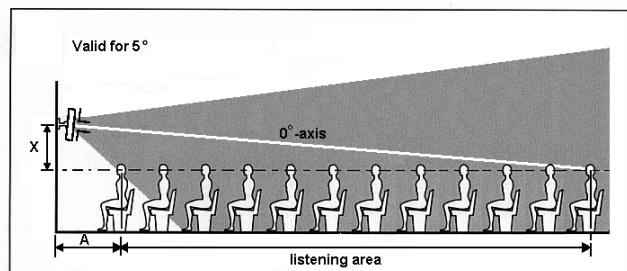

Figura 2: vista lateral de la irradiación de la columna montada en la pared con un ángulo de 5°
Si desea una menor variación del nivel de presión acústica, se recomienda un ángulo de 5°. Observe que de este modo se reduce el tamaño del área total de audición en comparación con la opción 1 y que el espacio más cercano a la columna ('A' en la figura 2) no forma parte del área de audición. El diagrama 1 muestra la relación entre 'A' y la altura de montaje de la columna al utilizar un ángulo de instalación de 5°.
- La figura 2 muestra el contorno de octava de 1 kHz irradiado por la columna y la figura 3 muestra la irradiación del contorno de octava de 4 kHz. El área de audición con un rendimiento acústico óptimo se encuentra en dichos contornos. Asegúrese de que el contorno de 4 kHz con las dimensiones obtenidas mediante el diagrama 1 cubre adecuadamente el área de audición deseada.